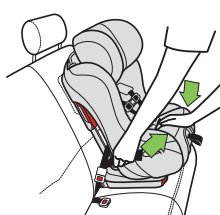

Figure 102
- Appuyez au centre du siège d'auto pour faire baisser le coussin du véhicule et tirez sur l'extrémité libre de la ceinture sous-abdominale ou de la partie boudrier de la ceinture sous-abdominale/boudrier pour serrer, tel qu'indiqué dans les **Figures 102** (ceinture sous-abdominale uniquement) et **103** (ceinture sous-abdominale/boudrier).